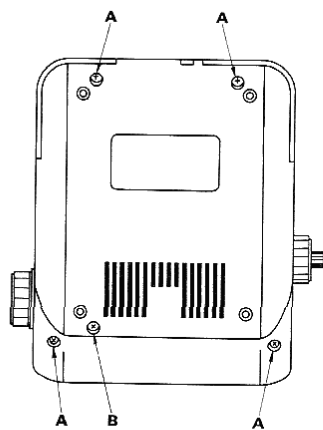

Fig. 1
- Nach Entfernen der in Fig. 1 mit A bezeichneten 4 Schrauben läßt sich das Gehäuse-Oberteil abheben.
- Lösen der in Fig. 1 und 2 mit B (5 Stck.) und C (2 Stck., 8 mm lang) bezeichneten Schrauben. Schrauben C halten die Schieberegler an der Frontplatte.
- Gehäuse-Oberteil nach Entfernen der 4 in Fig. 1 mit A bezeichneten Schrauben abheben.